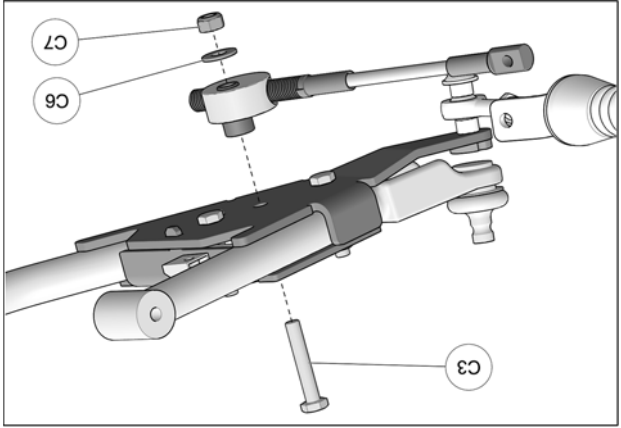

Fig. 19
12. Passer le boulon (C3) par l'ouverture du couveret de l'ancrage et l'insérer dans le trou central de l'ancrage. Positionner l'extrémité en aluminium du limiteur de conduite au boulon (C3). Utiliser la rondelle (C6) et l'écrou (C7) pour fixer le limiteur de conduite en place. Serrer l'écrou à un couple de 50 N•m [37 lb•pi]. Voir la Fig. 19